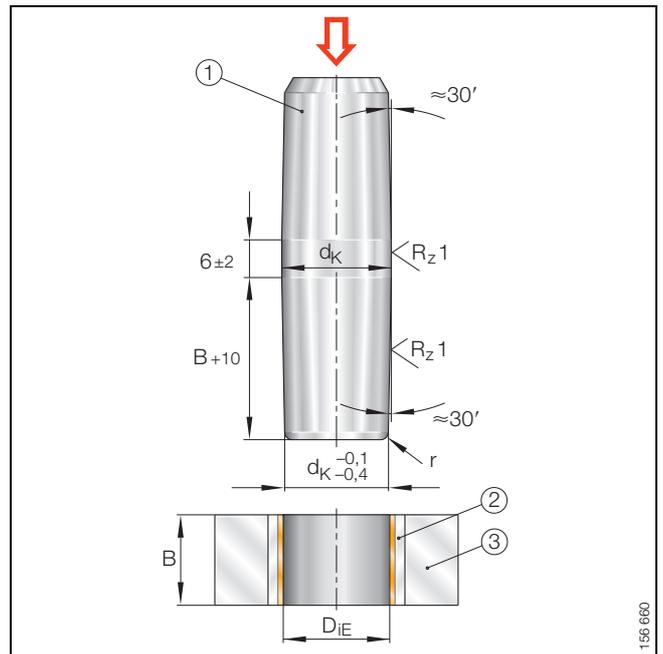

Bild 28 · Kalibrieren
- Bild 28 zeigt das Kalibrieren mit einem Dorn